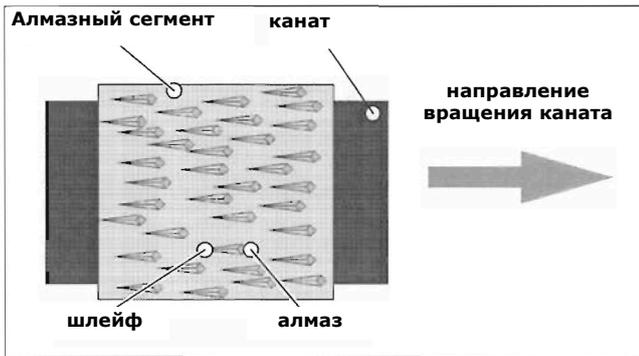

Рис. 4.7 „Образование шлейфа“ алмазами
- Если стрелка направления движения не видна, то правильное направление можно определить по так называемому правилу "шлейфа": Алмаз в сегменте оставляет позади себя "шлейф", так что он всегда находится впереди по направлению движения (Рис. 4.7).